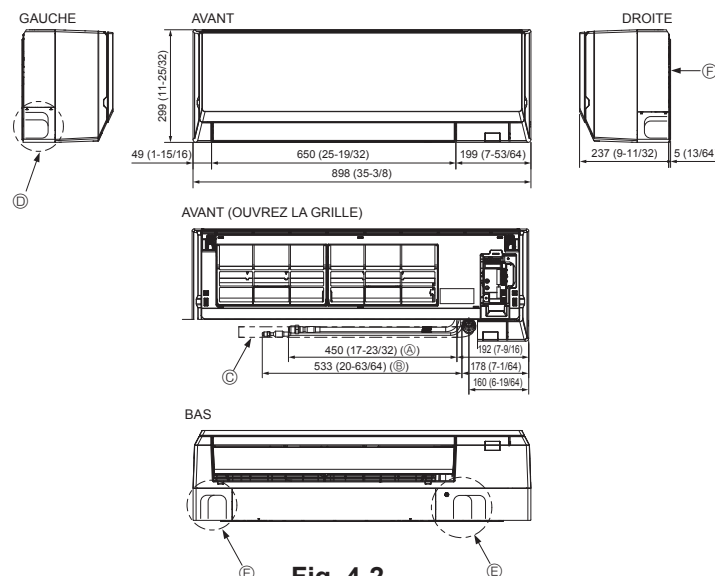

Fig. 4-2
4.2. Mise en place des tuyaux de réfrigérant et d'écoulement (Fig. 4-2)
- Ⓕ Planche d'installation ①